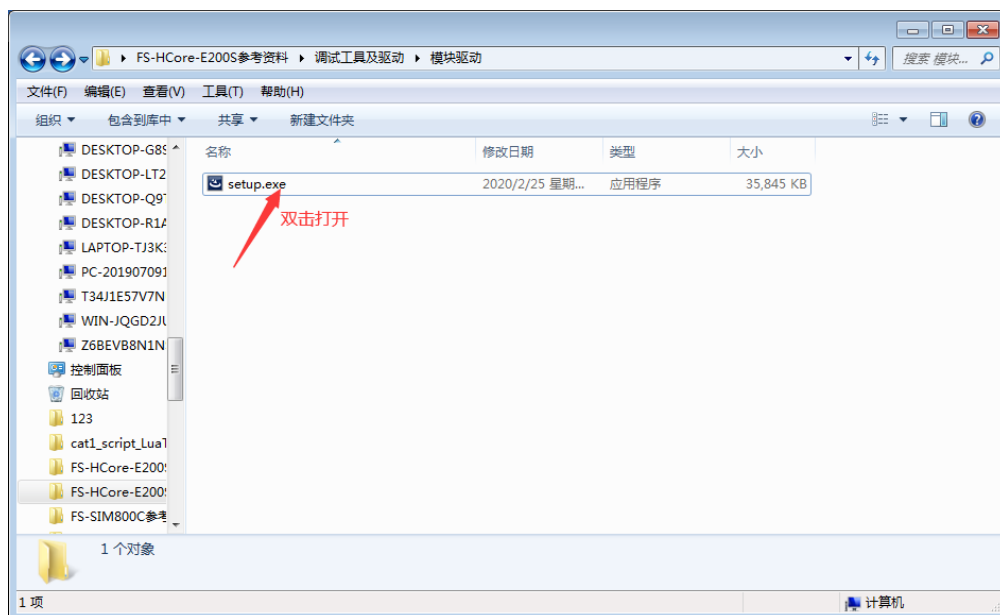

图 3.2.3 安装 USB 驱动-步骤 1
1. 找到核心板资料里面的“FS-MCore-E600SX 参考资料\调试工具及驱动\模块 USB 驱动”然后双击 setup.exe，如图 3.2.3 所示：